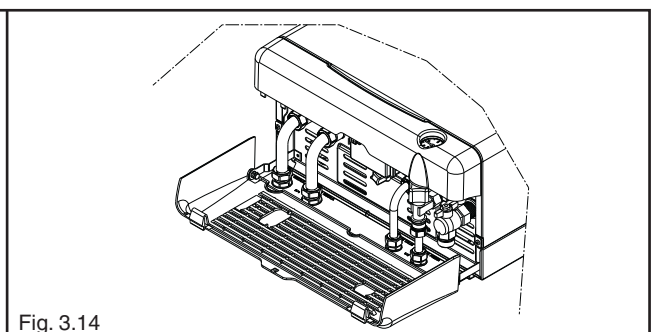

Fig. 3.14
- ruotare verso il basso (fig. 3.14).